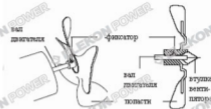

Рис. 17 Поперечный разрез вентилятора
2. Снимите вентилятор (см. рис. 17).
8. Установите вентилятор (см. рис. 17).
6. Наденьте вентилятор на вал двигателя так, чтобы его втулка была ровнее с концом вала двигателя (см. рис. 17)